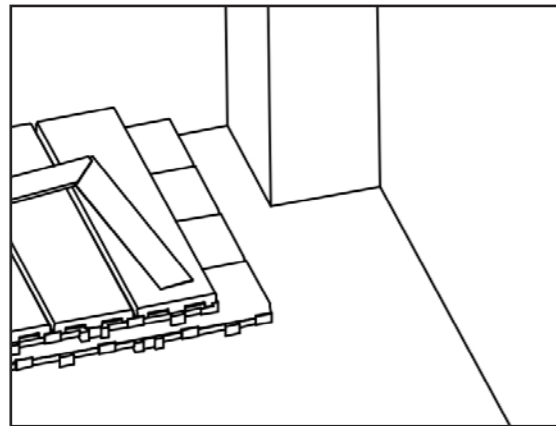

Bild 11
- 1 Mät först ut hörnet/kanten som kräver kapning (se bild 11).